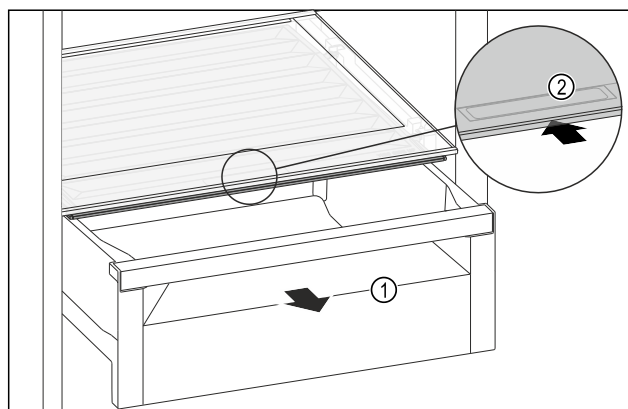

Fig. 124
- Vytiahnite zásuvku Fig. 124 (1).
- Uchopte priehľbinu na rukoväť Fig. 124 (2) na veko zásuvky a súčasne tlačte veko zásuvky dozadu.